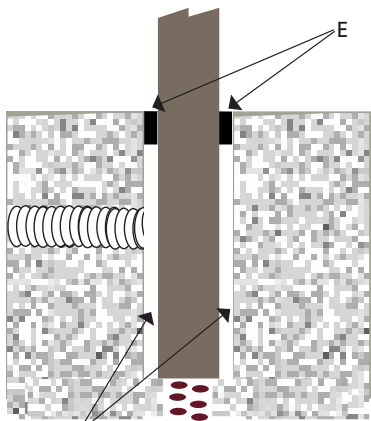
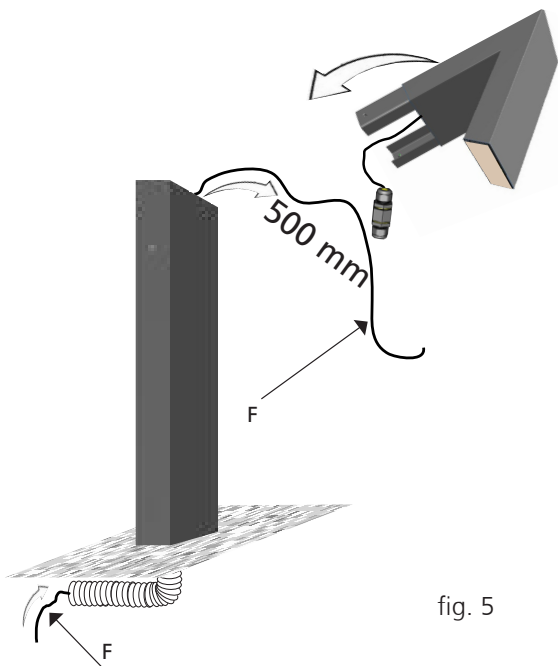
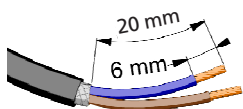
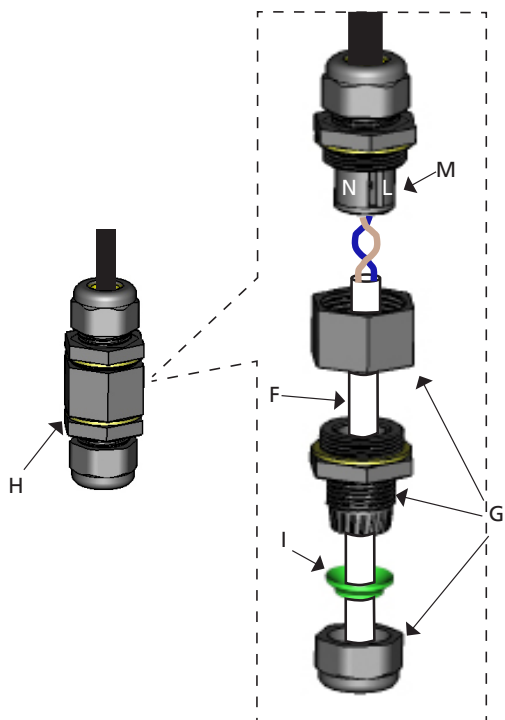

fig. 4
fig. 5
fig. 6
fig. 7
Riempire la cava D con sabbia e completare con un collarino in cemento E (fig.4). Inserire il cavo di alimentazione F facendolo sporgere circa 500mm dalla sommità del palo. (fig.5) La spelatura dei cavi deve essere eseguita come indicato in figura 6. Svitare i tre particolari G del giunto di connessione H (fig.7). Eseguire i collegamenti elettrici al morsetto M rispettando le polarità. Richiudere a fondo il giunto di connessione H come indicato in figura 7.
Remplir la gorge D avec du sable et terminer par un collier en ciment E (fig.4). Insérer le câble d'alimentation F en le laissant sortir d'environ 500mm à l'extrémité du poteau (fig.5). Dégainer les câbles comme indiqué dans la figure 6. Desserrer les trois pièces G du joint de connexion H (fig.7). Effectuer les branchements électriques sur le bornier M en respectant les polarités. Serrer à fond le joint de connexion H comme indiqué dans la figure 7.
Fill hole D with sand and finish off by pouring a concrete collar E (fig. 4). Insert supply cable F paying attention that it protrudes by approximately 500 mm from the pole top (fig. 5). Cables should be peeled off as shown in figure 6. Unscrew the 3 parts G of the connection joint H (fig.7). Make electrical connection to terminal M paying attention to correct polarity. Fully close connection joint H as shown in figure 7.
Die Vertiefung (D) mit Sand füllen und mit einem Zementring (E) fertig stellen (Abb. 4). Danach das Speisekabel (F) so einziehen, dass es zirka 500 mm am Ende des Pfahls übersteht. (Abb. 5). Die Kabel gemäß Abb. 6 abisolieren. Die drei Teile G der Verbindung H abschrauben (Abb. 7). Die elektrischen Anschlüsse an den Klemmen M vornehmen. Die Verbindung H gemäß Abb. 7 wieder fest verschließen.
Utilizzare la riduzione I se il cavo F ha un diametro minore di 9 mm. (fig.7 e 8). Rimuovere le viti di fissaggio N. Inserire il corpo apparecchio O nel palo B, facendo attenzione a posizionare correttamente il cavo al suo interno, e bloccare con le viti N.
Utiliser la réduction I si le câble F a un diamètre inférieur à 9 mm. (fig.7 / 8). Retirer les vis de fixation N. Insérer le corps de l'appareil O dans le poteau B en veillant à positionner correctement le câble à l'intérieur puis bloquer à l'aide des vis N.
Use adaptor I if the diameter of cable F is smaller than 9 mm (fig.7 / 8). Remove retaining screws N. Insert the light fitting body O onto pole B and take care to position the cable correctly inside it. Lock using screws N.
Das Reduzierstück I verwenden, wenn das Kabel F einen Durchmesser unter 9 mm aufweist (Abb. 7 / 8). Die Befestigungsschrauben (N) entfernen. Den Leuchtenkörper (O) in den Pfahl (B) stecken. Dabei ist zu beachten, dass das Kabel korrekt im Inneren verläuft. Danach können die Schrauben (N) angezogen werden.